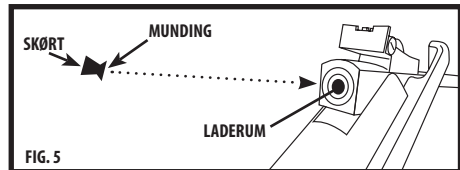

FIG. 5
1. Med luftgeværet i spændt/åben position placeres en haglkugle, med mundingen fremad, i laderummet (**Fig. 5**)..